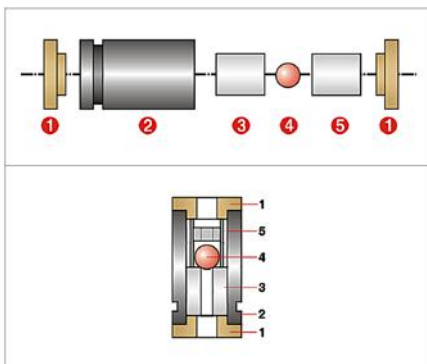

Abb. 123: Rückschlagventil (Schema)
1. Die Dichtringe (Abb. 123/1) entfernen.
2. Die inneren Komponenten (Abb. 123/3, 4, 5) mit leichtem Druck aus dem Ventillager (Abb. 123/2) herausdrücken.
4. Auf der Seite des Ventillagers mit der Einkerbung (Abb. 123/2) den Dichtring (Abb. 123/1) aufsetzen.
5. Den Saphirkugelsitz (Abb. 123/3) mit der polierten Oberfläche nach oben (Richtung Kugel) in das Ventillager (Abb. 123/2) einsetzen.
6. Die Rubinkugel (Abb. 123/4) in den tiefen Teil des Keramik-Kugellaufs (Abb. 123/5) einsetzen.
7. Das Paket aus Rubinkugel (Abb. 123/4) und Keramik-Kugellauf (Abb. 123/5) in das Ventillager (Abb. 123/2) einsetzen.
- ⇒ Die Kugel muss Richtung Saphirkugelsitz (Abb. 123/3) zeigen, sodass die Rubinkugel (Abb. 123/4) und die polierte Oberfläche des Saphirkugelsitzes (Abb. 123/3) aufeinandertreffen.
8. Das Ventillager mit dem Dichtring (Abb. 123/1) schließen.